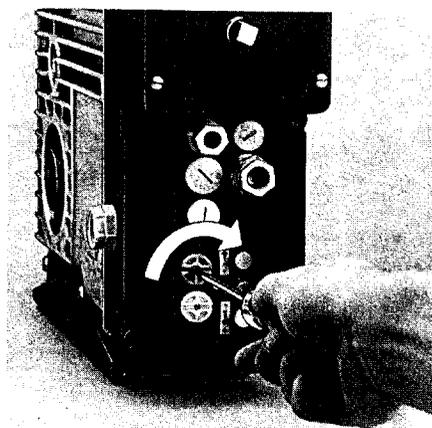
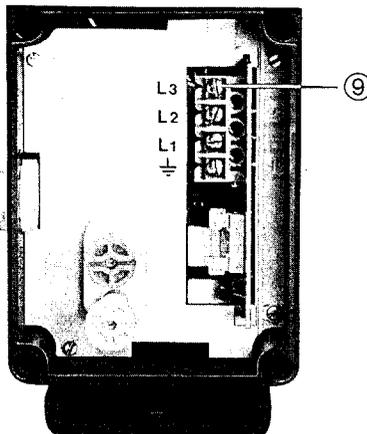

Abb. 5
Abb. 2*
● Gelben Taster drücken und gelbes Einstellrändel mit Schraubendreher oder Münze in »-« Richtung (gegen Uhrzeigersinn) drehen, bis Antrieb stoppt. Dann in » + « Richtung (im Uhrzeigersinn) drehen, bis gewünschte Endlage erreicht ist (siehe Abb. 5).
● Abdeckkappe für Endlageneinstellung abnehmen (siehe Abb. 2) und Einstellung der Endlagen vornehmen. Siehe auch Abschnitt Einstellung der Endlagen und Abb. 5.
Die SOMFY Compact® Wechselstromausführungen sind nicht mit den in Abb. 2, Pos. 6, 7, 8 beschriebenen Tastern für die Montage ausgerüstet. Hierfür bitte Taster des Spezialmontagekabels verwenden.
- Abdeckkappe für Endlageneinstellung abnehmen (s. Abb. 2).
* Einzelheit Abb. 2